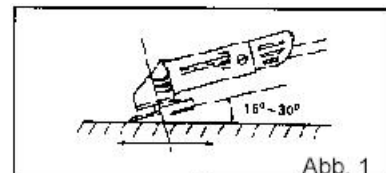

Abb. 1
2. Stellen Sie sicher, dass vor Benutzung das Schleifmittel ordnungsgemäß montiert und festgezogen wurde. Betreiben Sie das Werkzeug eine Stunde lang im Leerlauf in sicheren Arbeitsposition. Schalten Sie das Werkzeug sofort aus, wenn beträchtliche Vibration oder andere Fehler auftreten. Falls dieser Zustand eintreten sollte, überprüfen Sie die Maschine bezüglich des Fehlers. Die beste Wirkung beim Schleifen wird erreicht, wenn die Schleifscheibe in einem Winkel von 15-30° zur Schleifebene angesetzt wird. (siehe Abbildung 1)